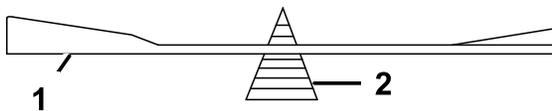

Figura 63
- Verifique o equilíbrio da lâmina colocando-a num equilibrador de lâminas (Figura 63).